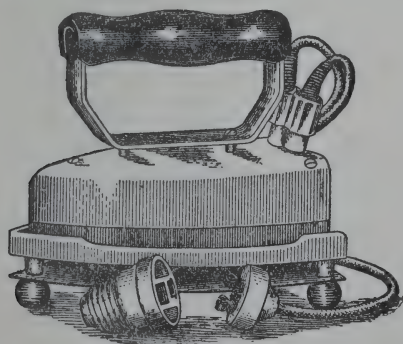

Fig. 69
1. *The Electric Sad Iron* (Fig. 69).—Re-